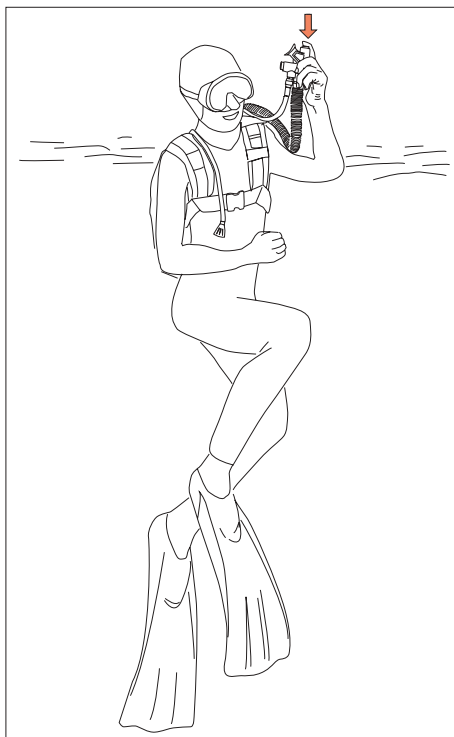

Fig.23
- 1) Nehmen Sie die Inflatorgruppe in die Hand, heben den linken Arm und drücken auf den grauen Knopf, der sich oben an der Bedieneinheit befindet, damit öffnen Sie das Luftablassventil stufenweise und der Luftauslass wird so erleichtert. (Abb.23).